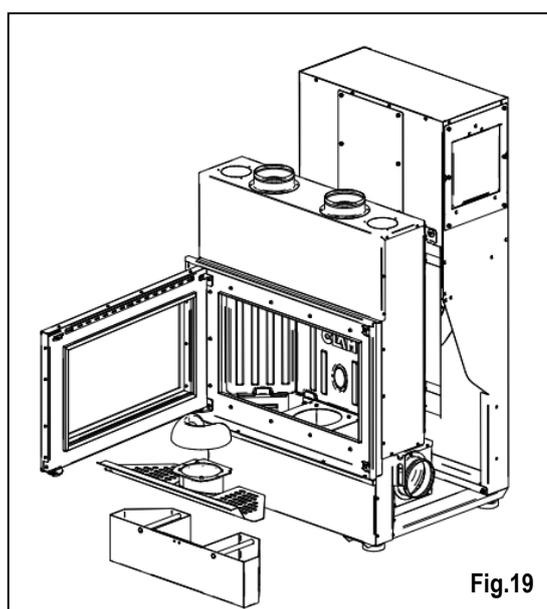

Fig.19
Eliminare le incrostazioni che causano l'ostruzione dei fori e delle asole (Fig.19).
**COME AGIRE:** Estrarre in sequenza il coppo in refrattario ECOKER®, la griglia e il braciere (Fig.19).